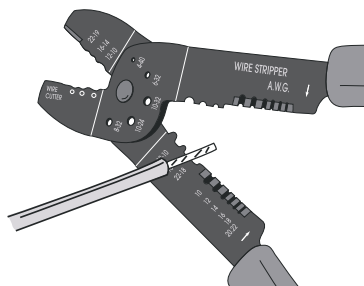

figura 3
1. Quite la funda del cable a una longitud de 1 cm ($\frac{1}{2}$ ") (**figura 3**).